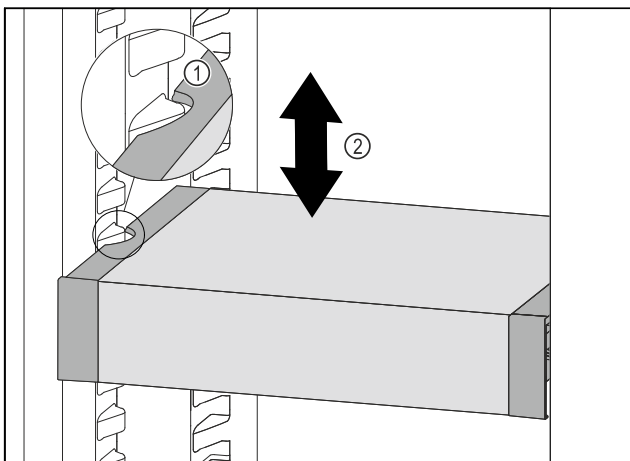

Fig. 67
- ▶ Потягнути VarioSafe вперед, поки бокові заглиблення VarioSafe не опиняться на рівні ребра для резервуара в охолоджувальному відділенні. Fig. 67 (1)
- ▶ Пересувайте VarioSafe вгору або вниз в охолоджувальному відділенні до тих пір, поки не досягнете бажаної висоти. Fig. 67 (2)